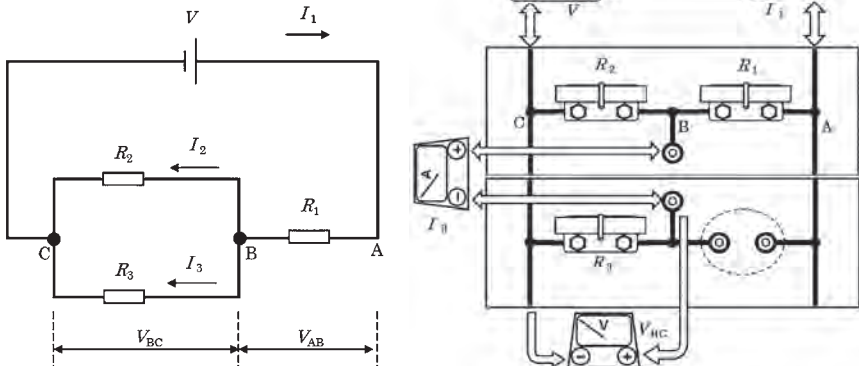

図 9 オームの法則実験 2
- 1) 本体 2 個と固定抵抗を 3 個選択し、図 9 のように取り付ける。
- 2) 電源装置、直流電流計、直流電圧計を図 9 のように接続する。
※図 9 では I_3 を測定するための直流電流計を図示しています。